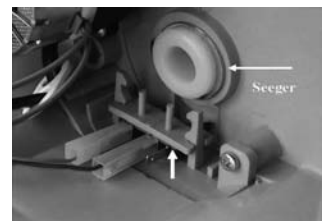

Fig. 10
- Particolari in plastica danneggiati. Aprire il box e verificare l'integrità delle parti in plastica di sostegno al micro switch (Fig. 10).
- Micro switch danneggiato. Aprire il box e verificare (Fig. 10): l'integrità del micro switch; il suo corretto posizionamento; il corretto posizionamento dei morsetti; l'integrità dei fili di collegamento; l'integrità della leva di azionamento del micro switch.
- La camma è fuori posizione. Aprire il box (Fig. 10) e verificare che il seeger metallico che trattiene la camma sia integro e ben posizionato nel suo alloggiamento. Verificare che la camma azioni la leva del micro switch (ruotandola a mano).
In fig. 10 sono ben visibili il micro switch, i suoi particolari meccanici di fissaggio e comando, e i morsetti di collegamento con il controller.